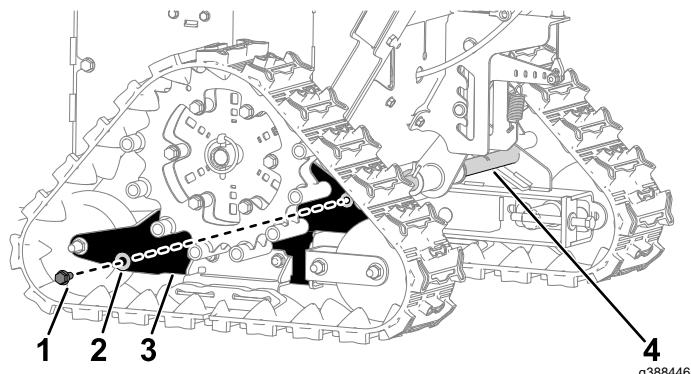

Figura 1
2. A partir do lado esquerdo da máquina, remova e deite fora o parafuso ($5/16 \times \frac{3}{4}$ pol.) e a anilha chata ($\frac{3}{8} \times \frac{7}{8}$ pol.) que prendem o suporte das lagartas à barra articulada (Figura 1). Repita no lado direito.